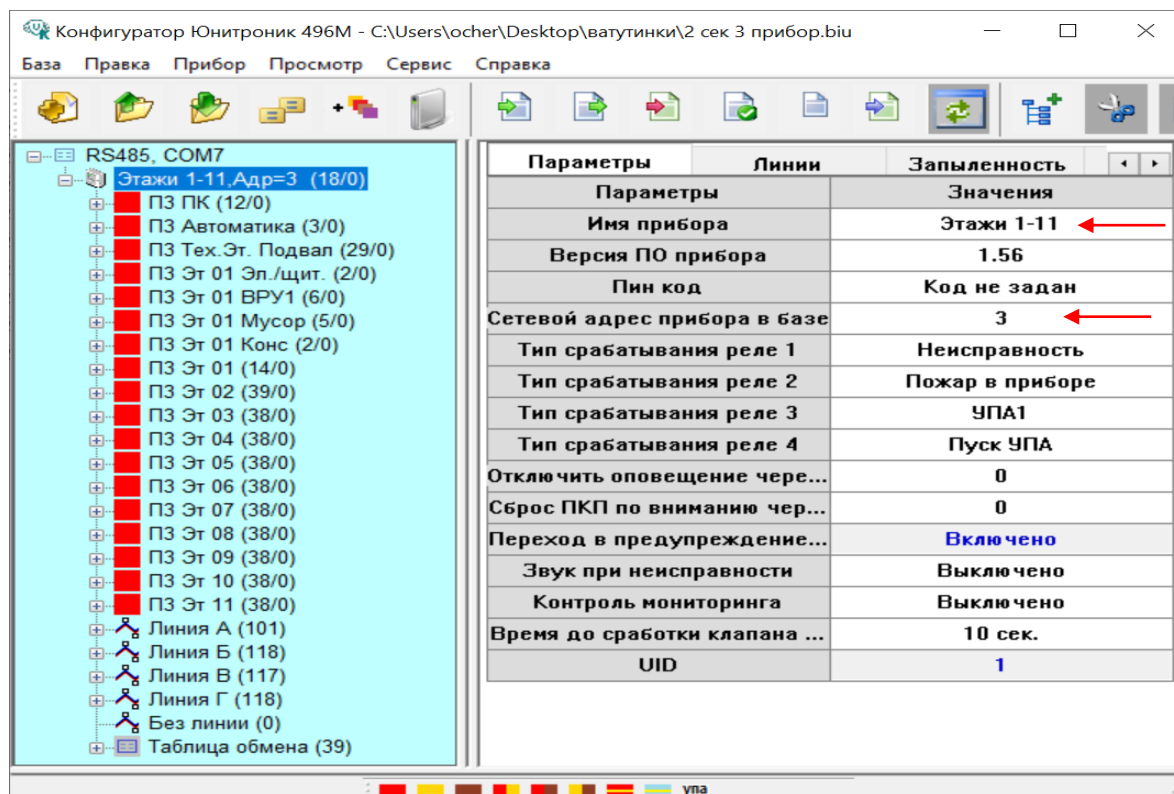

Рис.4. Присвоение сетевого адреса и имени АПКП в его базе данных.
3.3. Программирование ТМС производится следующим образом. Прежде всего необходимо создать сетевую версию базы данных. Для этого каждому АПКП необходимо присвоить сетевой адрес от 1 до 8, чтобы АПКП могли общаться по сети и адресно обращаться друг к другу. Это можно сделать с помощью ПО «Конфигуратор» в базе данных каждого АПКП, как показано на рис.4. При этом возможно каждому АПКП присвоить имя до 21 символа.